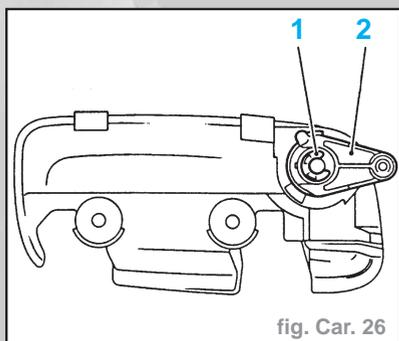

fig. Car. 26
- Mettre la clé dans le barillet de serrure, extraire le circlip (1), enlever l'entraîneur avec un levier (2), retirer le barillet de serrure (fig. Car. 26).